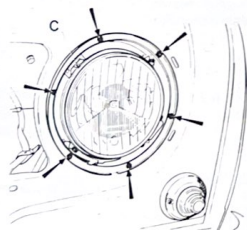

Fig. 9.19. Proyector izquierdo.
Quitar la calandra delantera, levantar la lengüeta (C) (fig. 9.19) y sacar todo el conjunto óptico. Bascular los dos resortes que fijan la bombilla a la parábola y sacarla.